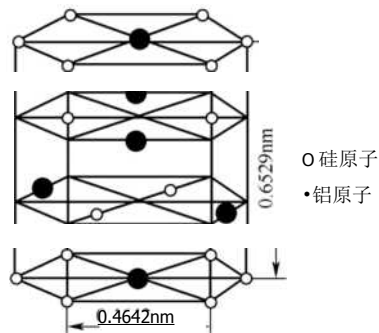
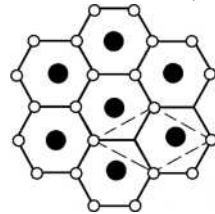

图 2-7
图 2-8
1. 某著作中给出六方点阵 MOSi₂ 的错误晶胞如图 2-7 所示, 指出其错误所在, 画出一个正确的六方晶胞, 并给出 C 点阵常数的数值。[清华大学 2008 研]
答: 图 2-7 中铝原子与硅原子所示位置为非等同点, 不符合节点选取的规则。正确六方晶胞的(OOI)面如图 2-8 所示(虚线), 其中, $a = b = 2 \times 0.46242 \times \sin 60 = 0.8040 \text{nm}$, $C = 0.6529 \text{nm}$ 。